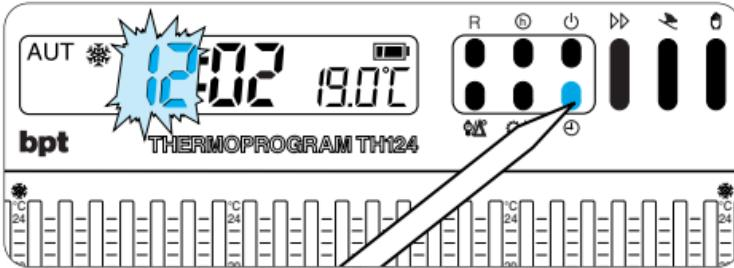

Fig. 17
5.3 - Premere il pulsante ⌁ (fig. 17).